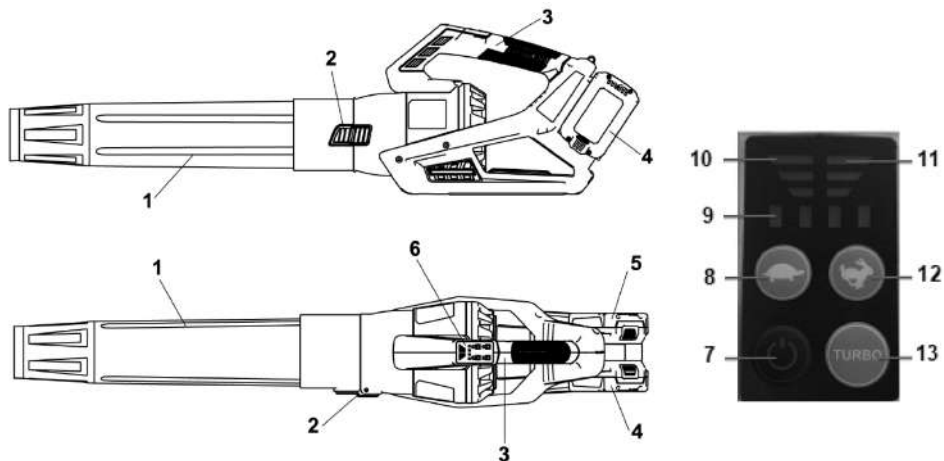

Рис. 1
- Извлеките аккумулятор 10 (Рис. 1) из инструмента, нажав на кнопку разблокировки аккумулятора и потянув аккумулятор из инструмента.
Для включения воздуходувки нажмите на кнопку 7 (Рис. 1). Для выключения воздуходувки повторно нажмите на кнопку 7 (Рис. 1).
Для увеличения мощности воздушного потока нажимайте на кнопку 12 (Рис. 1). Каждое нажатие на кнопку увеличивает мощность воздушного потока на одну ступень. Регулятор мощности имеет 4 ступени регулировки.
Для уменьшения мощности воздушного потока нажимайте на кнопку 8 (Рис. 1).
удерживайте кнопку 13 (Рис. 1). Для выключения турборежима отпустите кнопку 13 (Рис. 1). Установленная мощность воздушного потока отображается на индикаторе 9 (Рис. 1).
Индикаторы 10 и 11 (Рис. 1) показывают уровень заряда аккумуляторных батарей.